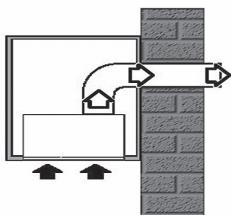

Rys. 3
2. Włożyć nowe filtry węglowe na silnik (Rys. 2) lub (Rys.3).
- Przyłożyć urządzenie do dolnej płyty wiszącej szafki mebli kuchennych. Skontrolować zgodnie z Rys. 3 minimalną, wymaganą wysokość montażową urządzenia (550 mm dla elektrycznych i 650 mm dla gazowych płyt grzewczych).